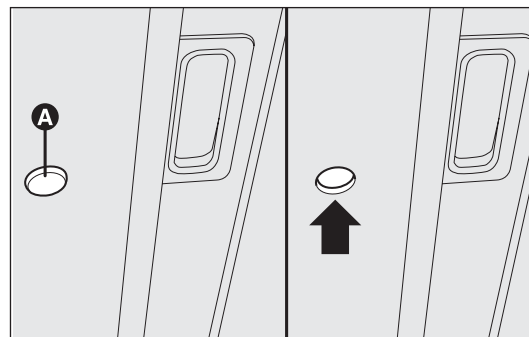

fig. 66
- ☐ introdurre nella sede A-fig. 66 la chiave in dotazione e ruotare: